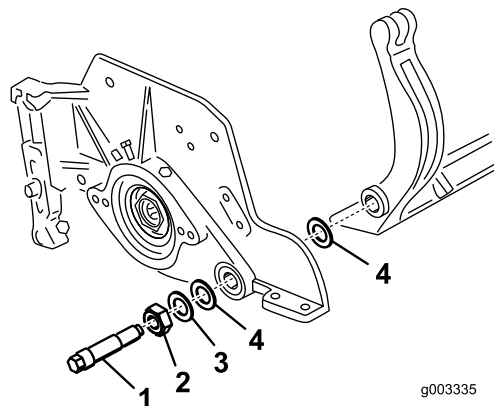

図 36
ベッドバーの両端にナイロンワッシャー2個とスチールワッシャー1個を配置する (図 36)。
3. サイドプレートのボスの両側にナイロンワッシャを入れる。その外側からスチール製ワッシャを取り付ける 図 36。